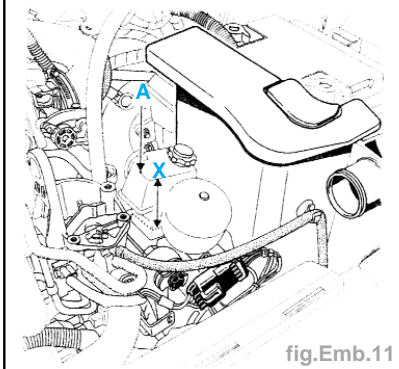

fig.Emb.11
- Le niveau de liquide hydraulique ne doit pas être inférieur de $X = 5 \text{ cm}$ par rapport au point (A). Si le niveau est inférieur, remettre du liquide de frein Castrol de type Dot 3 (vérifier qu'il n'y ait pas de fuite) (fig Emb.11).